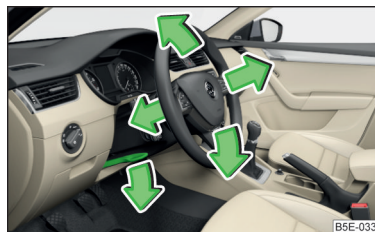

Fig. 2
- Gire la palanca situada debajo del volante hacia abajo » fig. 2.